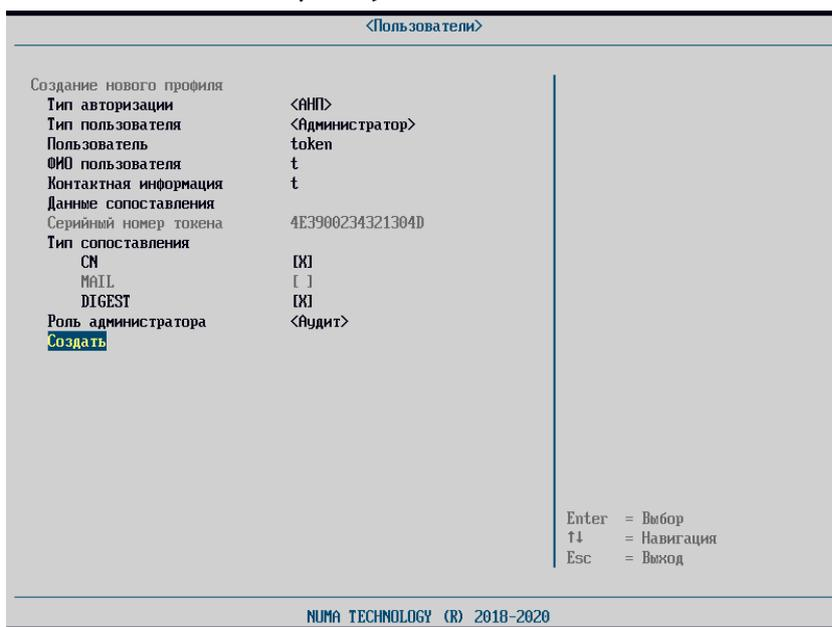

Рисунок 64 – Пример заполнения карточки пользователя с типом авторизации «АНП»
Для создания пользователя необходимо выполнить следующие действия (см. рисунок 64):
– для пользователя с типом авторизации «АНП» или «АНП+логин/пароль» (пример см. рисунок 64) требуется задать следующие поля: